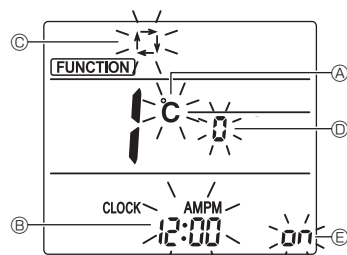

Fig. 7-12
3. Vérifiez que la fonction n° "1" est affichée puis appuyez sur la touche **SET** ⑤. L'écran de réglage de l'affichage s'affiche. (Fig. 7-12)